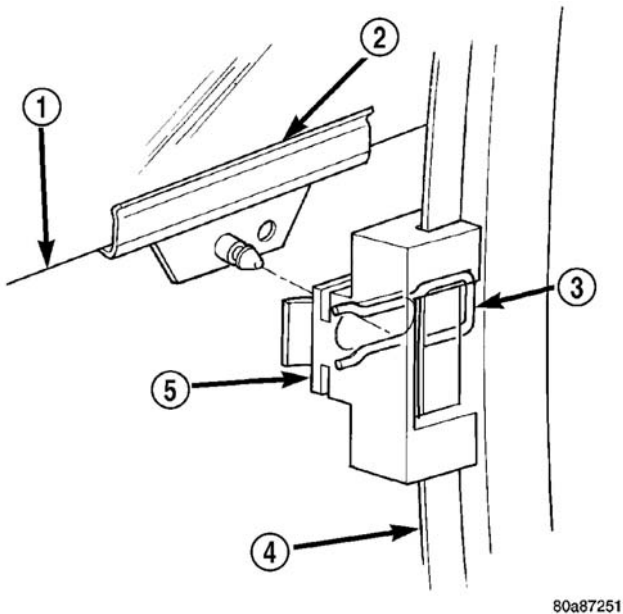
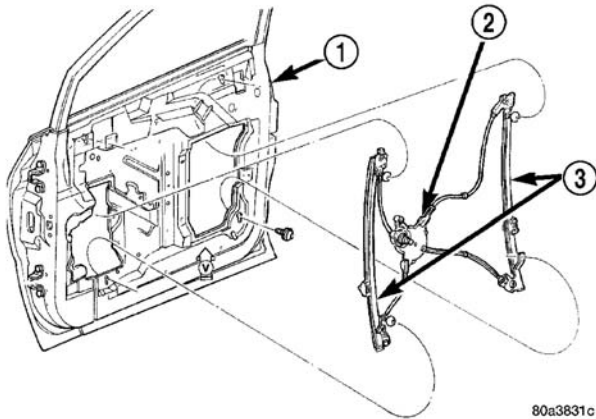
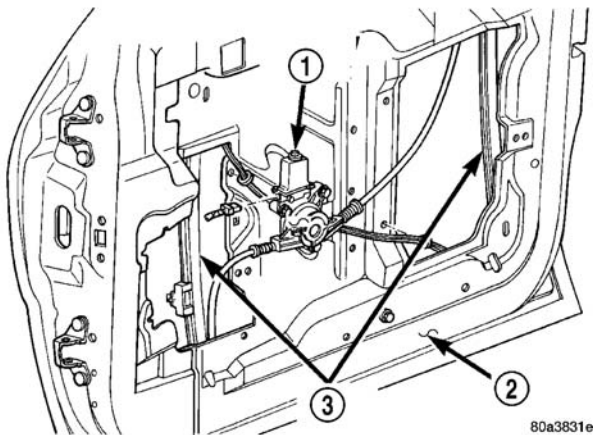

图 15 前车门玻璃夹子
图 16 前门手控车窗玻璃升降器-典型
图 17 前门电动车窗-典型
- (1) 卸下密封条。(参见 23-车身/车门-前/密封条-拆卸)
- (2) 卸下车门玻璃固定夹，并用胶纸带或替代品将车窗紧固在向上位置(图 15)。
- (3) 如已配备，则自电动车窗电机拆开导线接头。
- (4) 松开将前、后车窗滑轨固定至内侧车门板的螺钉(图 16)。
- (5) 将滑轨上的螺钉头拆离内侧车门板的钥匙孔形槽。
- (6) 松开将玻璃升降器固定至内侧车门板的螺钉。
- (7) 将玻璃升降器拆离内侧车门板。
- (8) 经由内侧车门板之后检查孔，抽出后滑轨(图 17)。
- (9) 经由前检查孔，抽出前滑轨。